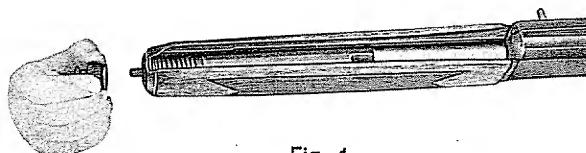

Fig. 1
- 1 — Svitare e togliere al gruppo calcio-culatta - asta il tappo fissaggio asta (fig. 1 - tav. 1° - F).
- 1 - unscrew fore-end cap (F - Table 1) from the stock-receiver-fore-end assembly (fig. 1).
- 1 - dévisser et enlever le bouchon situé à l'extremité du devant bois (fig. 1 - table 1 - pièce F)